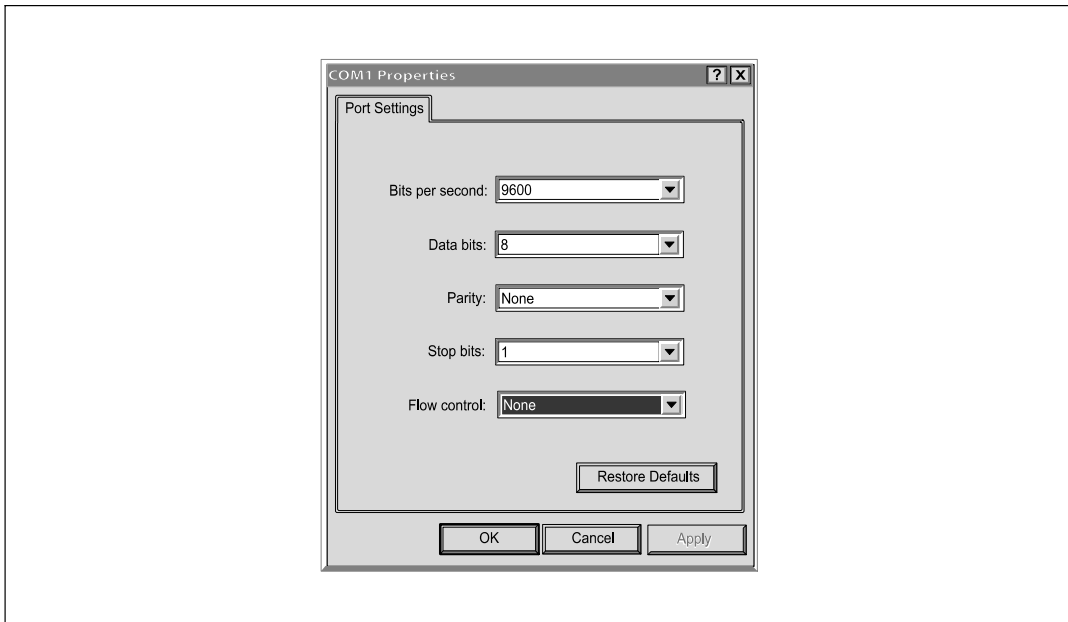

Figure 6. Configuration des paramètres du port
- 4 Réglez la ligne série sur **9600 bauds, 8 bits de données, aucune parité, 1 bit d'arrêt, aucun contrôle de flux** (voir la Figure 6).